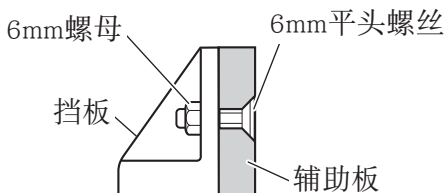
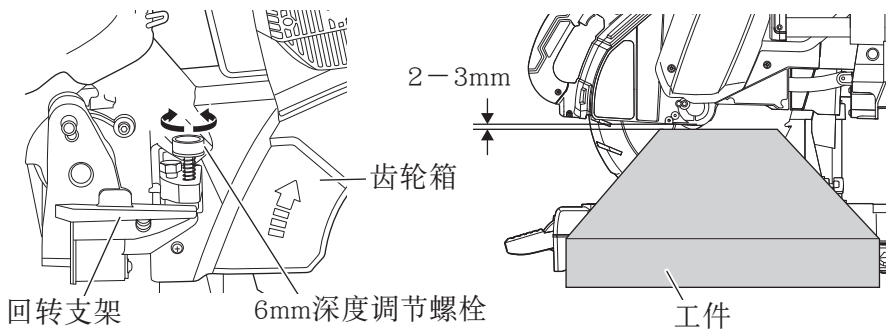

图29
图30
6. 切割大工件（图29，第36页的图30）
根据工件高度的不同，可能会出现无法进行完整切割的情况。此时，借助挡板面上的7mm孔（每侧各有两个孔），使用6mm平头螺丝和6mm螺母安装辅助板。（图29）关于辅助板厚度，参见“规格”。
如需调节锯条的下限位置，请遵照图30所示的第(1)步。